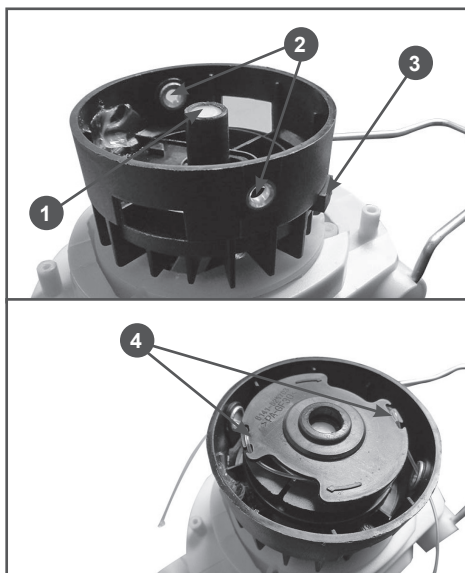

Рис. 15 Установка катушки в корпус
ке (Рис. 15). Вставьте концы корда в отверстия 2 на корпусе триммерной головки, установите катушку на ось 1 корпуса (Рис. 15). Освободите концы корда из пазов на катушке.
- Если длина корда недостаточная (корд не достает до ножа для обрезки корда), удлинить корд можно, одновременно нажав на кнопку 3 стопора триммерной головки и потянув за концы корда (Рис. 15).